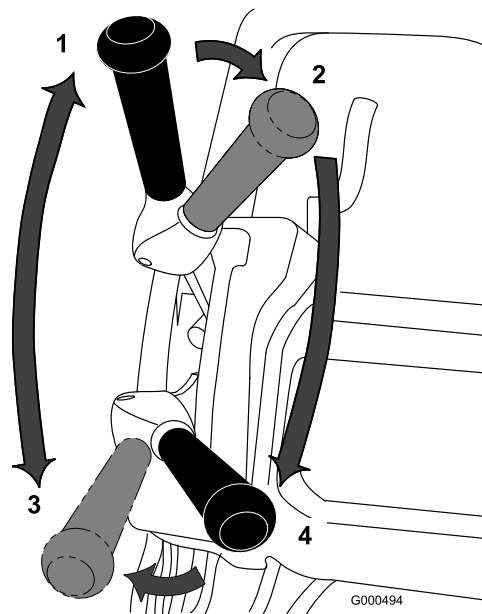

Figura 20
1. Avviate il motore, impostate l'acceleratore a bassa velocità, abbassate la stegola per sollevare l'apparato di taglio, spostate la leva della trazione in posizione di innesto e trasportate il tosaerba sul bordo del green (Figura 20).
2. Spostate la leva della trazione in posizione di disinnesto, ed innestate la leva di trasmissione del cilindro (Figura 20).
3. Portate la leva della trazione in posizione di innesto, e aumentate la velocità dell'acceleratore finché il tosaerba non si sposta alla velocità opportuna. Portate il tosaerba sul green, abbassate la parte anteriore del tosaerba ed iniziate a tosare (Figura 20).